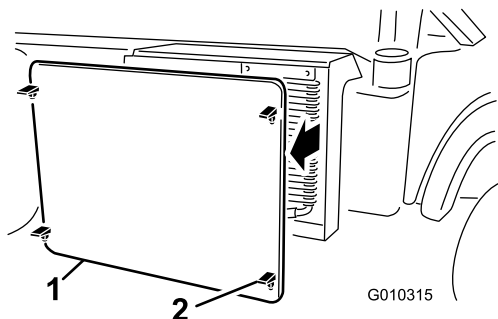

Bild 57
2. Lösen und entfernen Sie das Kühlergitter vorne am Kühler (Bild 57).